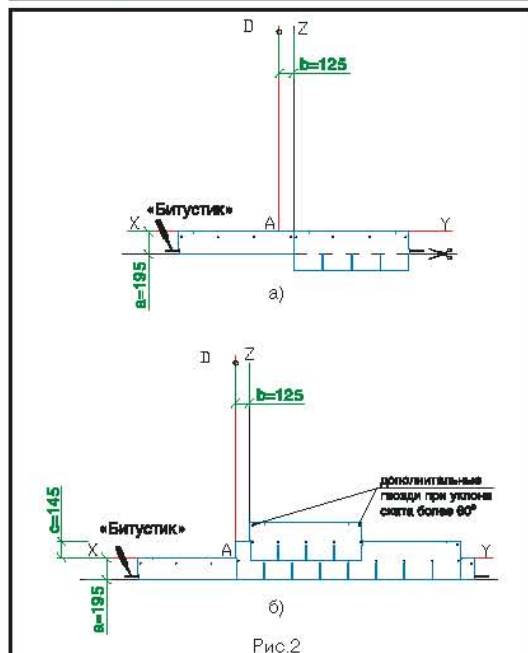

Рис.2
## Укладка материала (рис. 2)
- Начальный ряд формируется из листов черепицы КЛАССИК, обрезанных по линии, образованной конечными точками вырезов. Полученные таким образом полосы шириной 19,5 см укладываются по линии карниза в обе стороны от линии Z (рис. 2а) и фиксируются по нижнему краю битумной мастикой «Битустик», а по верхней кромке 4 гвоздями (ось гвоздей на 5 см ниже верхнего края полосы);
- далее первый ряд черепицы укладывается от линии AD (рис. 2б);
- второй ряд укладывается от линии Z (со смещением 12,5 см от AD) (рис. 2б);